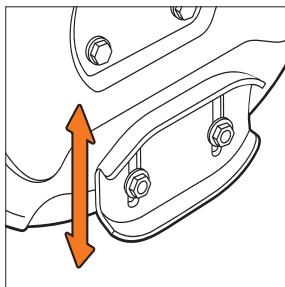

Рис. 33
- Затяните гайки с моментом 25 Н*м. Лыжи имеют две рабочие поверхности, когда одна из сторон изнашивается переверните на её 180° (Рис. 33).